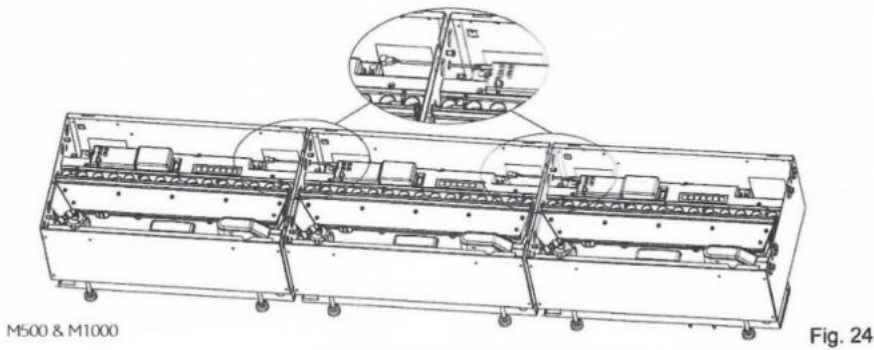

Fig. 24
4. Führen Sie den Dracht durch das Loch in der Metallverkleidung und in das Gehäuse des nächsten Produkts des Aufbaus (Abb. 24).